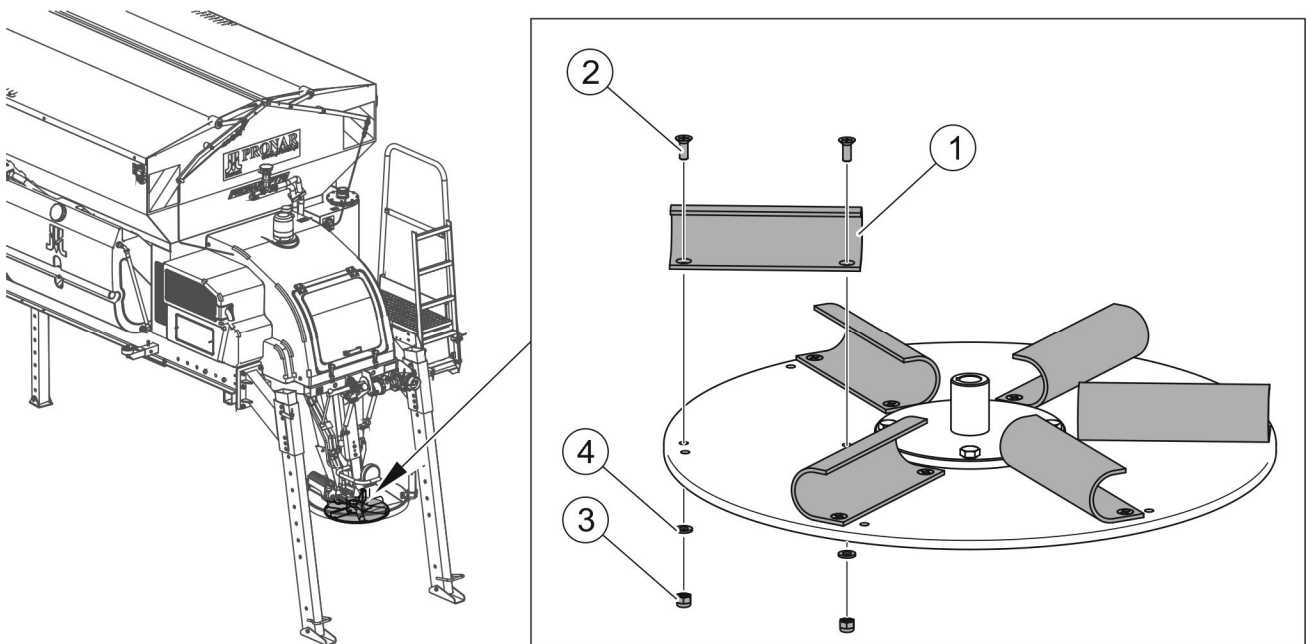

РИСУНОК 5.12 Заміна лопаток розкидного механізму
- Відкрутити гайки (3) (РИСУНОК 5.12),
- Вийняти гвинти (2) і шайби (4),
- Замінити лопатки (1) новими, перевірити стан болтів і гайок, при необхідності замінити (див ТАБЛИЦЯ 5.5).